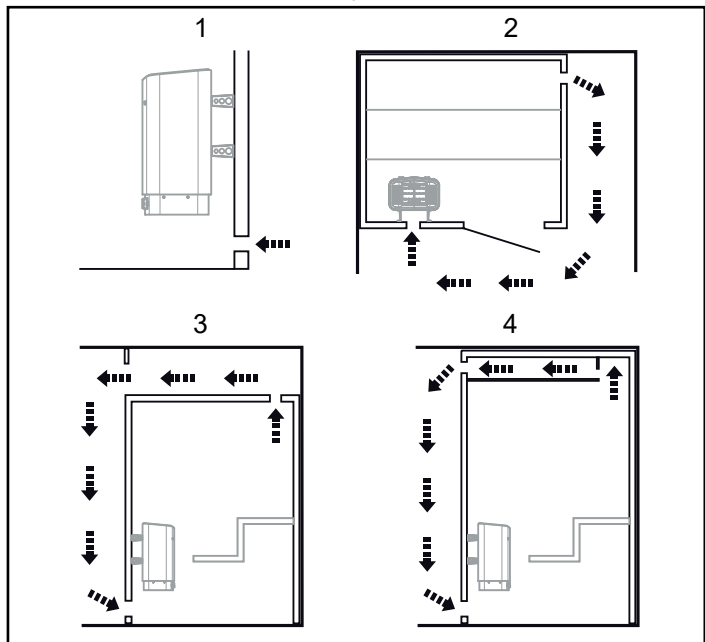

Рисунок 7: Установка впускного и выпускного клапана
- с максимальным расстоянием до впускного клапана, например, по диагонали (см. рис. 7);
- высоко на стене или на потолке (см. рис. 7);